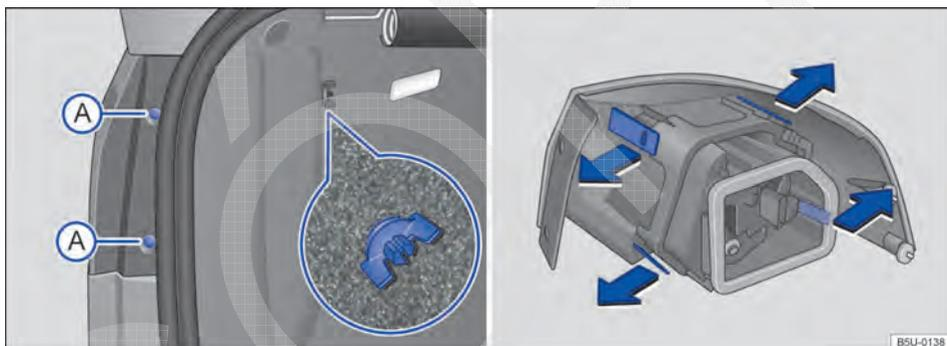

Fig. 173 Na carroceria: remover a lanterna traseira e suporte das lâmpadas.
3. Remover os parafusos de fixação → Fig. 173 .
- Soltar o parafuso borboleta → Fig. 173 (lupa) e retirá-lo, segurando, ao mesmo tempo a lanterna traseira.
8. Para destravar o suporte das lâmpadas, pressionar cada lingueta de travamento no sentido das setas → Fig. 173.